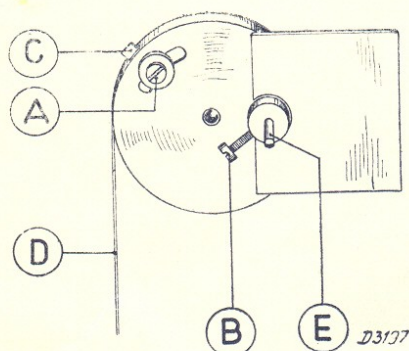

Fig. 5
4. Dévisser la petite vis A (figure 5) et faire